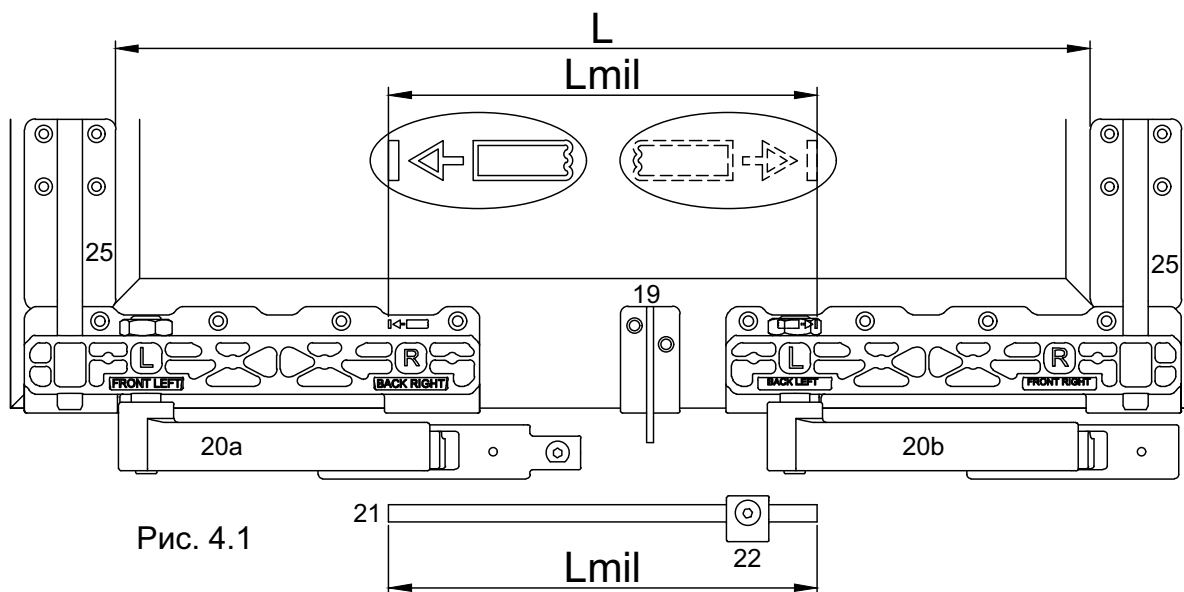

Рис. 4.1
4.1 Длина соединительной штанги (L_{mil}): Измерьте расстояние, как показано на Рис. 4.1.
5 - Измерьте расстояние (L) между внутренними краями Опор кареток (25) (Рис. 4.1). Отнимите 2мм от полученного размера ($L_{накл.} = L - 2mm$) и обрежьте Профиль-накладку (23) согласно результату (Рис. 5.1)